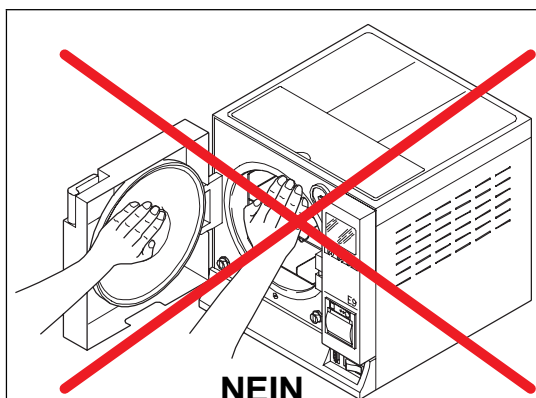

Abb. 3.4-1
Das Handbuch ist in Kapitel und Unterkapitel untergliedert; die Abbildungen haben die gleiche Nummerierung des Kapitels, auf das sie sich beziehen, zusätzlich einer laufenden Nummer. Bsp.: Abb. 3.4-1 (Abbildung Nr. 1 bzgl. des Kap. 3.4).
1. Wenn der Autoklav den Sterilisierzyklus abgeschlossen hat und die Tür geöffnet wird, um die sterilisierten Instrumente zu entnehmen, sind die Innenwände der Sterilisierkammer und die Innenseite der Tür noch sehr heiß. Zum Vermeiden von Verbrennungen, diese Teile nicht direkt berühren (Abb. 3.4-1). Das mitgelieferte Entnahmewerkzeug verwenden (Kap. 3.3 „Sicherheitsvorrichtungen“).